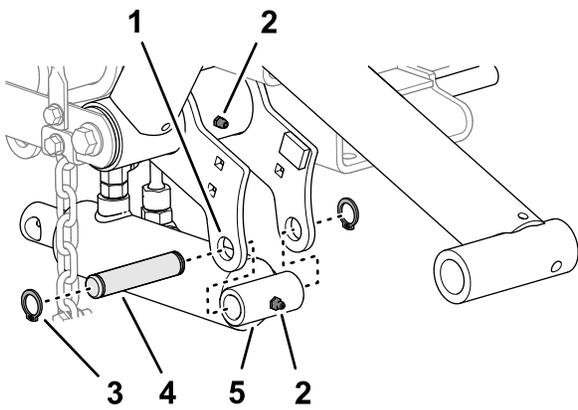

図 12
1. 昇降シリンダのキャップ端を、左昇降アームのフランジの穴に合わせる 図 12。
2. フランジにシリンダを取り付ける取り付けピンとスナップリング 2 個を使用する 図 12。
3. 昇降アームと油圧シリンダのグリスフィッティングに、No. 2 リチウムグリスを注入する 図 12。